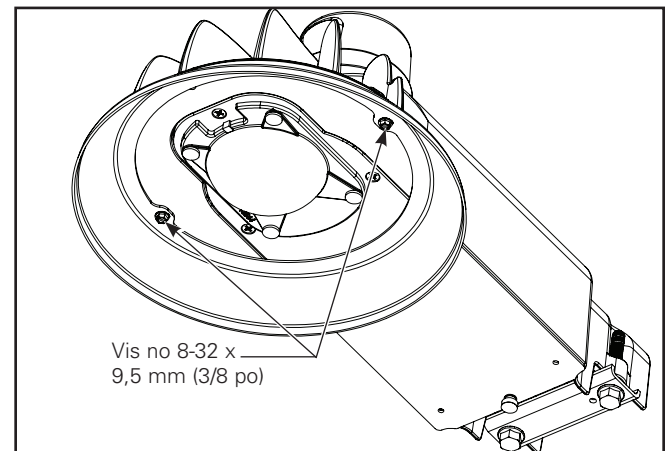

Figure 11.
- Insérez les vis autotaraudeuses à formage de filet 8-32 x 12,7 mm (1/2 po) dans les orifices de montage. Serrez à un couple de 1,3 à 1,6 Nm (12 à 14 po-lb). (Figure 11).